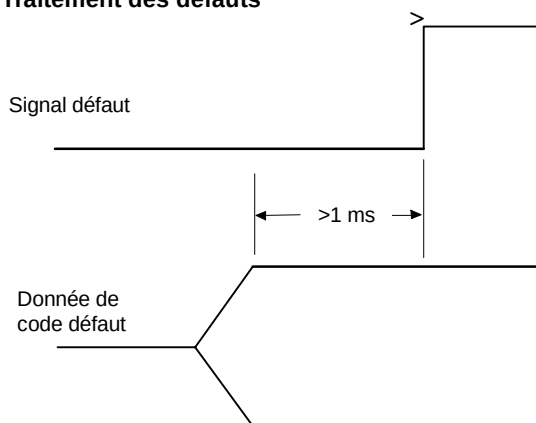

Fig. 36
23. Si un défaut s'est produit au cours du cycle et que le code défaut n'a pas été reconnu par l'automate du robot, celui-ci peut lire le code défaut à la fin du cycle. REMARQUE: une donnée de volume n'efface pas une donnée défaut. (Voir Fig. 36, Traitement des défauts à la page 58.)